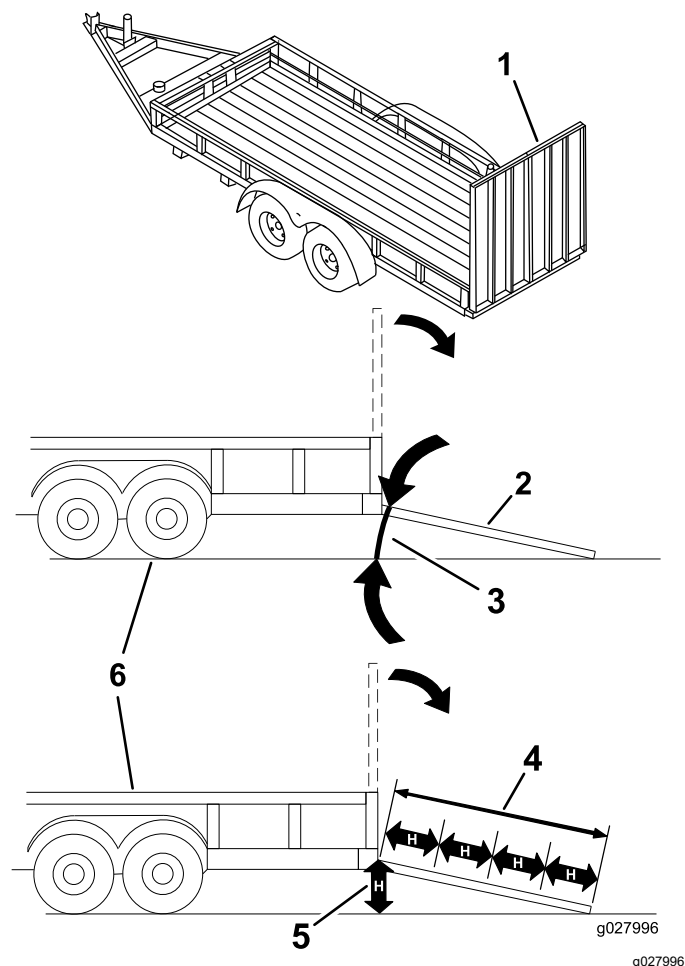

Figura 35
Colocar uma máquina num reboque ou camião aumenta a possibilidade de capotamento e pode provocar graves ferimentos ou morte (Figura 35).
3. Baixe a rampa, certificando-se de que o ângulo entre a rampa e o solo não é superior a 15 graus (Figura 35).
1. Baixe a rampa, certificando-se de que o ângulo entre a rampa e o solo não é superior a 15 graus (Figura 35).